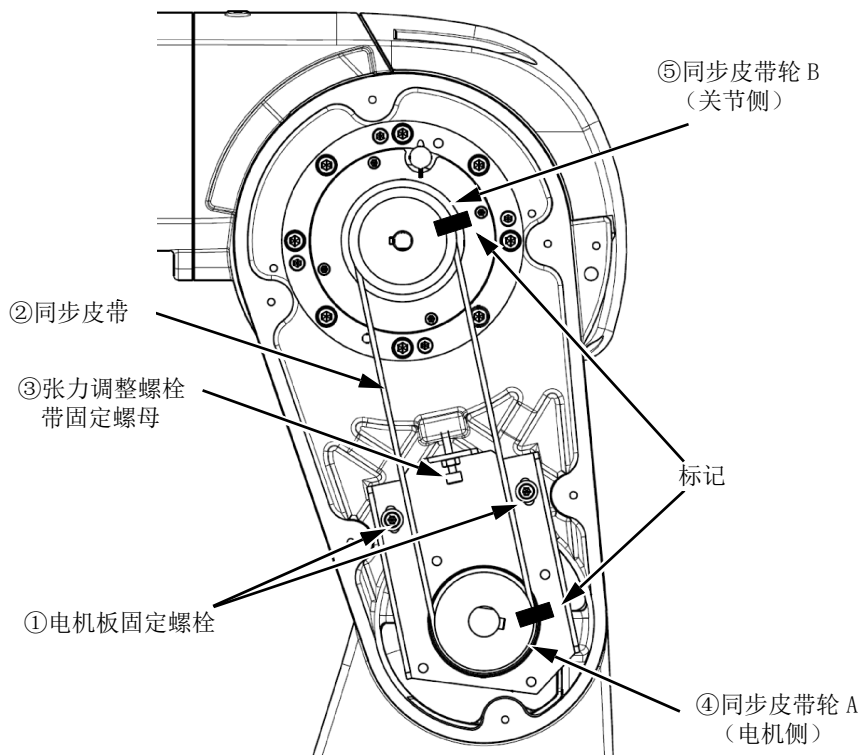

图 5-19：J3 轴同步皮带的点检、更换（RV-4FR/7FR 系列）
同步皮带点检 · 更换时的参考图如图 5-19 所示。
- 4) 为了防止同步皮带②与同步皮带轮④、⑤的齿的咬合发生偏离，应按照图 5-19 所示，在同步皮带②和同步皮带轮④、⑤上使用马克笔等标上标记。
- 5) 稍微拧松电机板固定螺丝①（2 根）。（请勿过度拧松。）
- 6) 拧松用于固定张力调整螺丝③的螺母，拧松张力调整螺丝③，卸下旧的同步皮带。
- 8) 根据同步皮带轮④、⑤的标记，安装新的同步皮带。
- 9) 旋转张力调整螺丝③，调整同步皮带②的张力。
- 2) 在皮带更换过程中，应注意不要使皮带轮转动。请注意如果同步皮带轮 A ④及 B ⑤的位置关系出现偏差，可能导致位置偏离。
- 3) 为了防止同步皮带②与同步皮带轮④、⑤的齿的咬合发生偏离，应按照图 5-19 所示，在同步皮带②和同步皮带轮④、⑤上使用马克笔等标上标记。
- 4) 稍微拧松电机板固定螺丝①（2 根）。（请勿过度拧松。）
- 5) 拧松用于固定张力调整螺丝③的螺母，拧松张力调整螺丝③，卸下旧的同步皮带。
- 7) 根据同步皮带轮④、⑤的标记，安装新的同步皮带。
- 8) 旋转张力调整螺丝③，调整同步皮带②的张力。